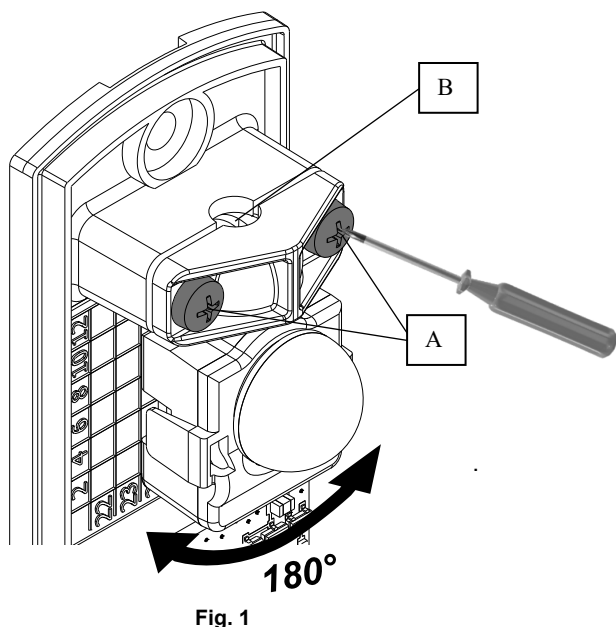

Fig. 1
- 1) Desserrer légèrement les vis de serrage des têtes rotatives « A » (fig. 1).
- 2) Orienter les têtes TX et RX l'une vers l'autre jusqu'à obtenir la LED rouge sur le RX (fig. 1 et 2).
- 3) Une fois la LED rouge allumé, le faisceau est détecté. Pour affiner le réglage il faut suivre la procédure 3. **POINT DE TEST.** Vous pouvez utiliser l'encoche « B » (fig. 1) avec un tournevis plat.
- 1) Allentare leggermente le viti di serraggio delle teste rotanti "A" (fig. 1).
- 2) Orientare le teste TX e RX l'una verso l'altra fino a visualizzare il LED rosso sulla RX (fig. 1 e 2).
- 3) Una volta che il LED rosso si accende, il raggio è stato rilevato. Per regolare con precisione l'impostazione, seguire la procedura 3. **PUNTO DI PROVA.** La tacca "B" (fig. 1) può essere utilizzata con un cacciavite piatto.
- 1) 1) Slightly loosen the clamping screws of the rotating heads "A" (fig. 1).
- 2) 2) Orient the TX and RX heads towards each other until you see the red LED on the RX (fig. 1 et 2).
- 3) 3) Once the red LED lights up, the beam is detected. To fine-tune the setting, follow procedure 3. **TEST POINT.** You can use the notch "B" (fig. 1) with a flat screwdriver.
- 1) Afloje ligeramente los tornillos de apriete de los cabezales giratorios "A" (fig. 1).
- 2) Oriente los cabezales TX y RX uno hacia el otro hasta que vea el LED rojo en el RX (fig. 1 y 2).
- 3) Una vez que el LED rojo se enciende, se detecta el haz. Para afinar el ajuste, siga el procedimiento 3. **PUNTO DE PRUEBA.** Puede utilizar la muesca "B" (fig. 1) con un destornillador plano.